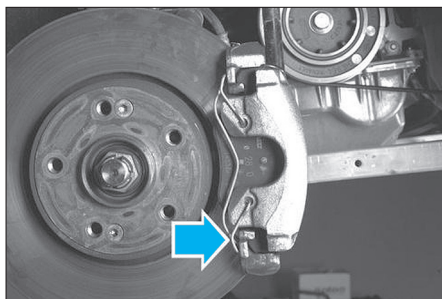

FIG. 6
- Décrocher le ressort de maintien des plaquettes (fig. 6).